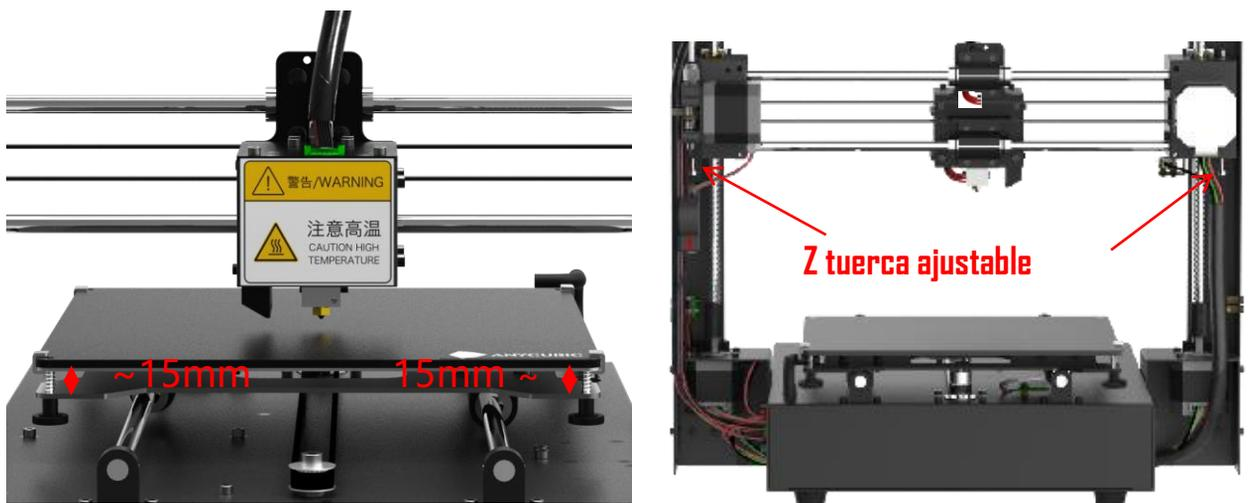

Imagen 13
- (1) Levante la boquilla haciendo clic en "Herramientas" --> "Eje" --> "10" en la columna +Z, ajuste las 4 tuercas debajo de la base, deje que la altura entre la placa de soporte y la base calefactora sea de **~15mm** para las 4 esquinas..
- (2) Como se muestra en **la imagen 13**, en ambos extremos del eje X, hay una tuerca ajustable en Z. La punta inferior de la tuerca ajustable Z puede disparar el tope del extremo Z cuando Home (bajando), y 'decirle' a la máquina que el eje Z está llegando a cero y dejar de moverse.